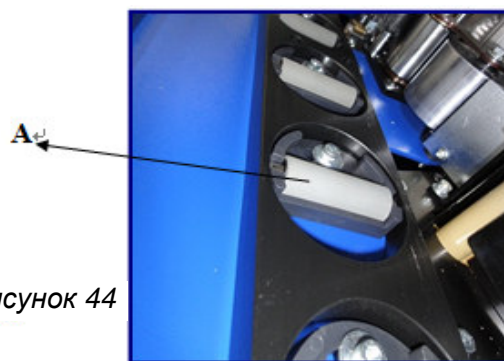

Рисунок 44
Чтобы отрегулировать угол маленького резинового ролика, для увеличения или уменьшения бокового давления, ослабьте винт **A** (рис. 44), поверните ролик под углом. Затяните винт **A** (рис. 44).
- ✧ Боковой прижим (см. рис. 37 - рис. 44) Температура плавления клея (см. 7.7)